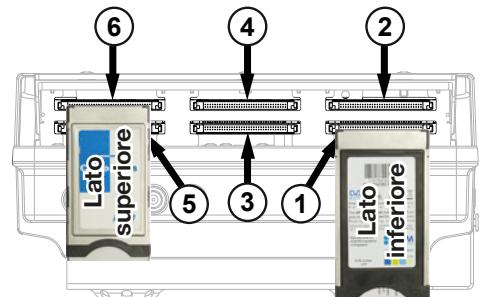

Fig. 5: Inserimento dei moduli CA negli slot CI
Pericolo di danneggiamento degli slot CI. Inserire i moduli CA (CAM) negli slot ②/④/⑥ con il **lato superiore** verso l'alto, negli slot ①/③/⑤ con il **lato inferiore** verso l'alto (Fig. 5). Attenersi anche alle informazioni allegate al CAM.
2. Inserire i moduli CA come indicato nell'esempio in Fig. 5.